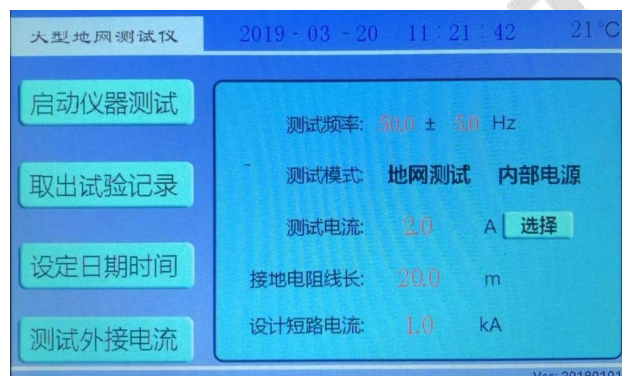
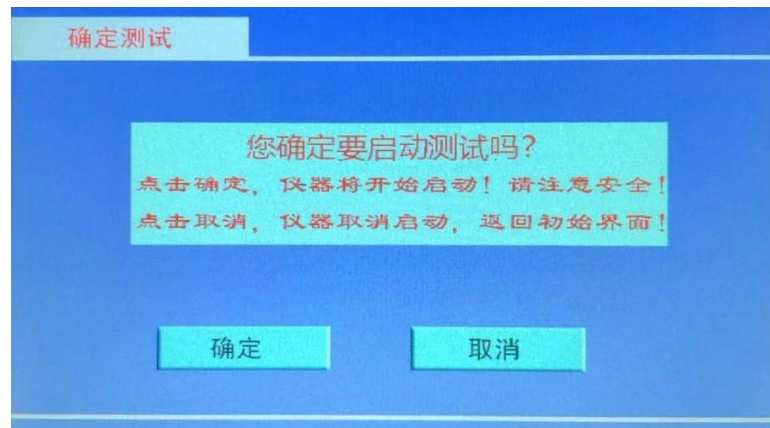
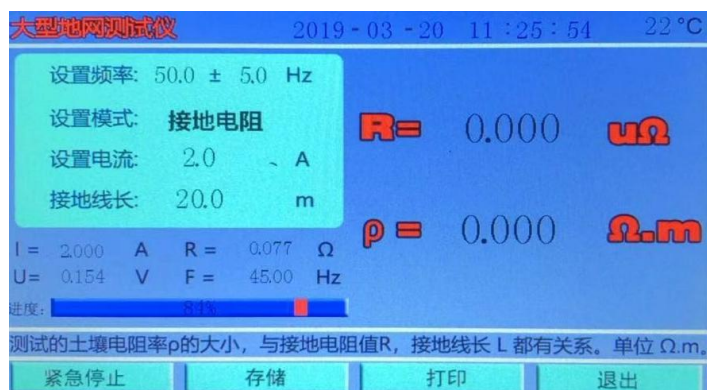

图 5 开机界面
图 10 测试确认界面
图 15 接地电阻测试界面
1. 打开电源开关，计算机进行自检，几秒钟后，液晶屏显示中文主菜单如图 5 所示，表示自检成功。
7) 开机界面(图 5)下，红色数字的修改。如测试频率等项目，只需要使用触屏笔或手指点击，就可弹出数字键盘，然
在开机界面(图 5)下，测试模式选择**地网测试**，使用触屏笔或手指点击**启动仪器测试**，出现测试确认界面（图 10）：
点击**确定**，将开始升流测试。**请确认已经接好测试线**，此时将出现**地网测试**界面(图 11)。点击**取消**，仪器将返回开机界面(图 5)。
此时按下**退出**，返回到开机界面(图 5)。按下**打印**，打印出结果。
在开机界面(图 5)下,测试模式选择**接地电阻**, (线长一般选择 20 米)使用触屏笔或手指点击启动**仪器测试**,出现测试确认界面(图 14):
点击**确定**,将开始升流测试. **请确认已经接好测试线**.此时将出现**接地电阻**测试界面(图 15)。点击**取消**,仪器将返回开机界面(图 5)。